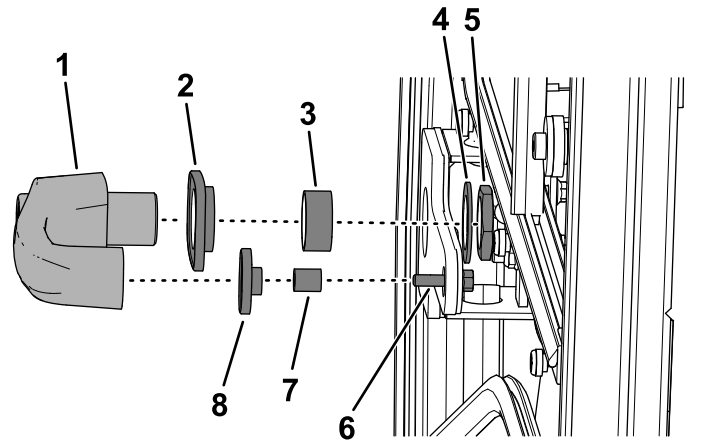

Bild 2
3. Entfernen Sie die Befestigungsmutter, Scheibe und den Bundbolzen (6 mm x 25 mm), die zwei Distanzstücke und die zwei Scheiben vom Türgriff und nehmen Sie den Türgriff ab (Bild 2).